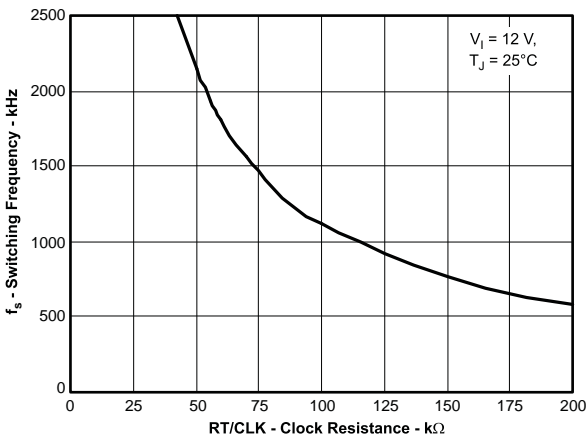
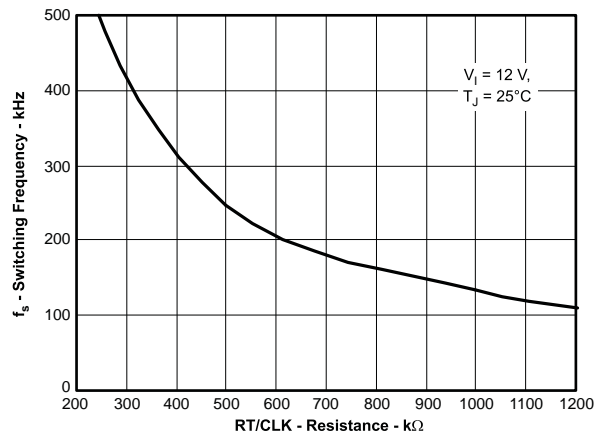

図 40. 高周波数レンジのタイミング抵抗
図 41. 低周波数レンジのRT
TPS54160Aのスイッチング周波数は、RT/CLKピンに抵抗を接続することで、約100kHz～2500kHzという広い範囲にわたって調整可能です。RT/CLKピンの電圧は標準で0.5Vであり、スイッチング周波数を設定するにはグランドとの間に抵抗を接続する必要があります。特定のスイッチング周波数に対するタイミング抵抗を決定するには、式 (11) を用いるか、図40または図41の曲線を使用します。ソリューション・サイズを小さくするには、一般にスイッチング周波数をできるだけ高く設定しますが、電源効率、最大入力電圧、および最小制御可能オン時間の間でトレードオフを考慮する必要があります。
2つの値のうち小さい方を選択し、多少の余裕を取って、1200kHzのスイッチング周波数を使用します。特定のスイッチング周波数に対するタイミング抵抗を決定するには、式 (11) を用いるか、図40の曲線を使用します。